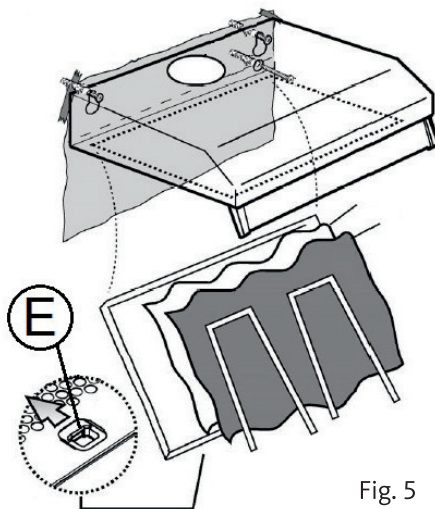

Fig. 5
1. Pour retirer le filtre anti-graisse, poussez les verrous plastiques **(E)** de chaque côté de la grille métallique **(D)**, puis dégagez la grille en la tirant vers le bas (voir fig. 5).